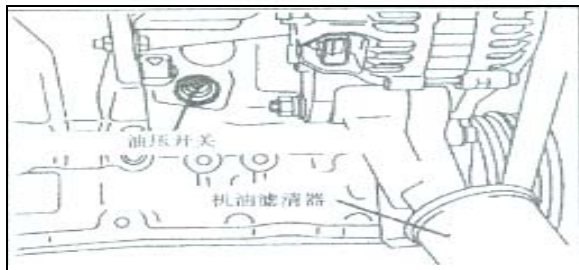

图 6-3
- (1) 确认机油量。
- (2) 使用专用工具，卸下油压开关(见图 6-3)，如有必要，卸下油压开关的端子。